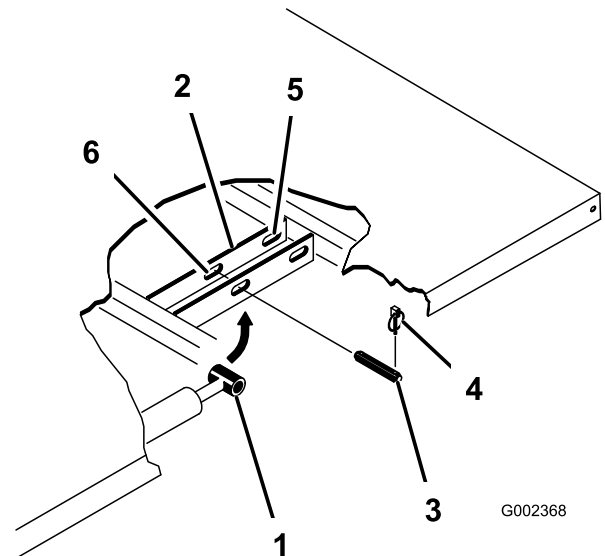

Figura 30
2. Rimuovete gli acciarini dalle estremità esterne dei perni con testa dell'asta del cilindro (Figura 30).
3. Rimuovete i perni con testa che fissano le estremità dell'asta del cilindro alle piastre di fissaggio del pianale, premendoli verso l'interno (Figura 30).
4. Rimuovete gli acciarini ed i perni con testa che fissano le staffe orientabili ai profilati del telaio (Figura 30)